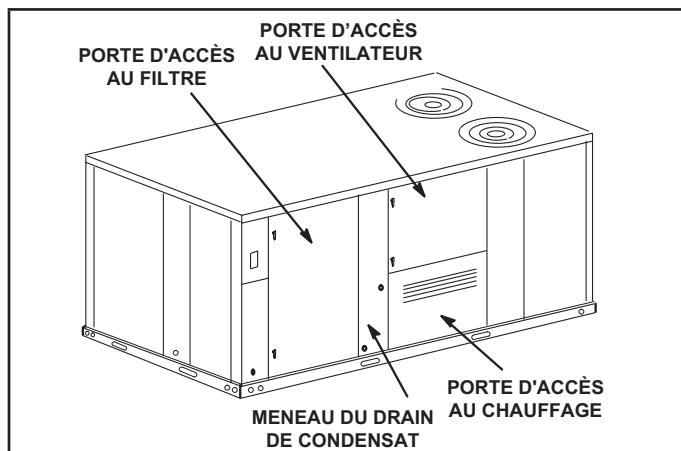

FIGURE 6
- 1 - Ouvrir les portes d'accès au ventilateur et au chauffage. Voir FIGURE 6.